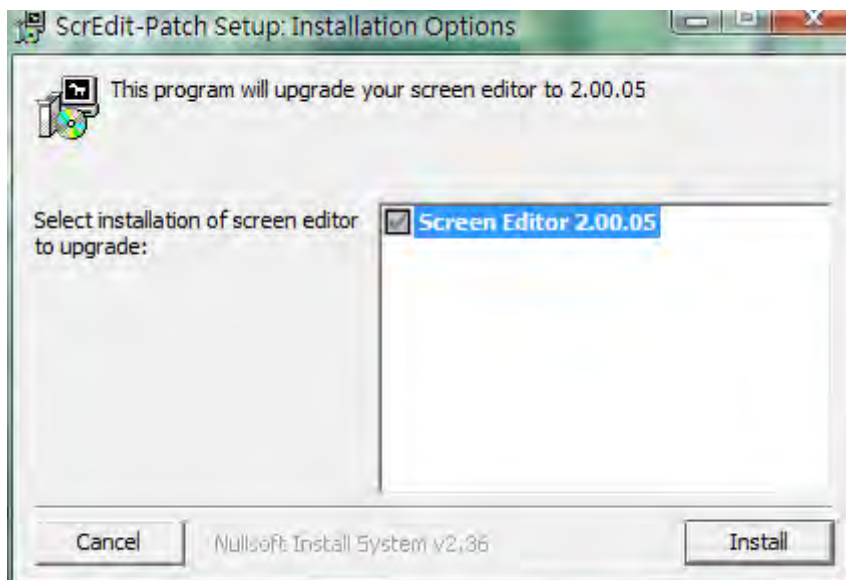

Fig. 3-1-8 Instalando o Patch_DOPB_yyyymmdd
Passo 1: Clique Patch_DOPB_yyyymmdd diretamente no Windows e o sistema irá iniciar a instalação (Fig. 3-1-8). O usuário pode clicar no botão **Instalar** para fazer a atualização do Screen Editor.